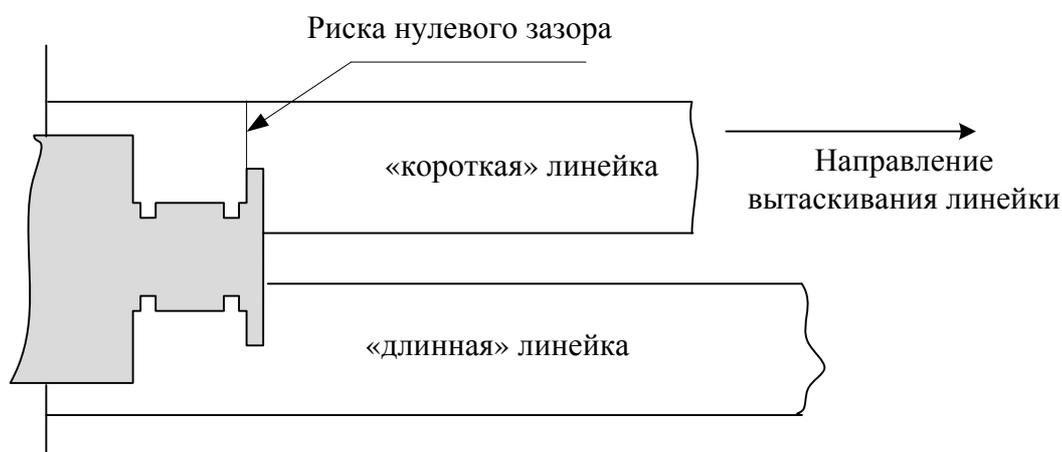

Рис. 2. Схема нанесения риски на контрольную линейку по Т-образной пластине.
- сделать на верхней плоскости контрольной линейки метку карандашом или чертилкой по границе дальнего от корпуса электропривода плечика Т-образной пластины (см. рис. 2);
- отрегулировать длину тяги так чтобы риска линейки оказалась напротив дальнего от электропривода выступа 3 мм Т-образной пластины (см. рис. 2 и 3);
- отжав отверткой ножевую колодку, вставить линейку в электропривод и соединить с длинной контрольной тягой. Отрегулировать длину тяги так, чтобы риска линейки оказалась напротив ближнего к электроприводу выступа 3 мм Т-образной пластины (см. рис. 2).